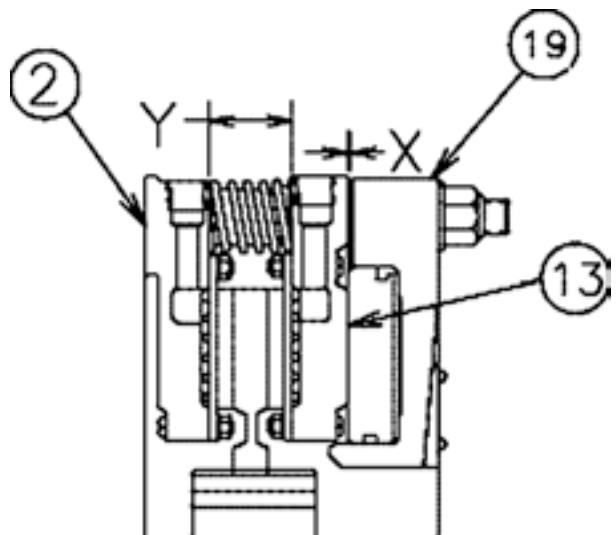

Рис. 7
Для ввода натяжного устройства в зацепление на цилиндр подают давление воздуха порядка 25 PSIG (1,7 бар). Замеряют зазор «X» между цилиндром (19) и нажимным диском (13) или зазор «Y» между нажимным диском (13) и монтажным фланцем (2), как показано на рис. 7. Если любой из зазоров превышает пределы, указанные в таблице 10, тренияционные диски и/или износостойкие пластины нужно проверить и убедиться, что не превысили пределы износа, указанные в таблице 13.